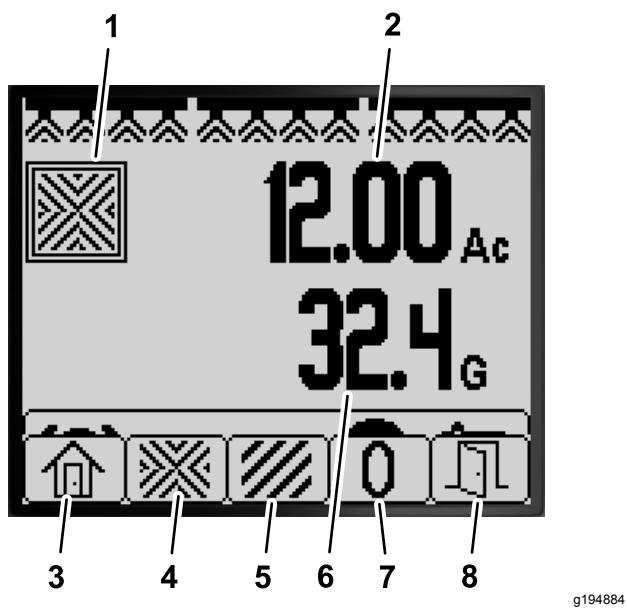

Bild 76
- Halten Sie auf dem Homebildschirm eine beliebige Taste gedrückt, um die Menüleiste anzuzeigen (Bild 75 und Bild 76).
- Drücken Sie die Taste 2, um den Gesamtfläche-Bildschirm anzuzeigen (Bild 76).
3. Führen Sie die folgenden Aktionen mit den InfoCenter-Tasten aus (**Bild 76**).